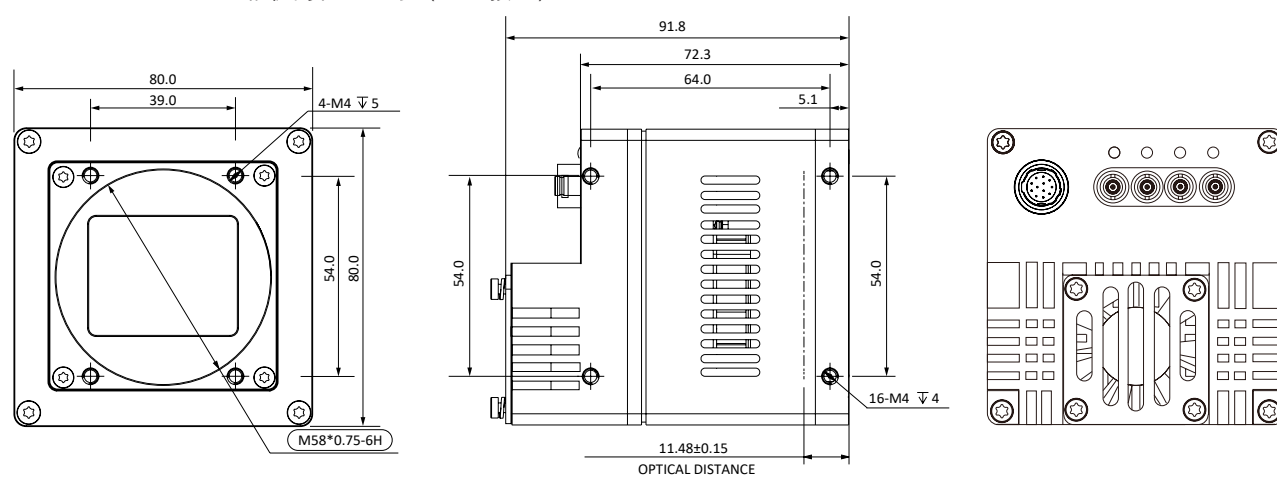

图 1-6: 80 * 80 * 72mm 相机的物理尺寸 (M58 接口)。
- $80 \times 80 \times 72\text{mm}$ M58 接口相机尺寸图如图 1-6 所示。